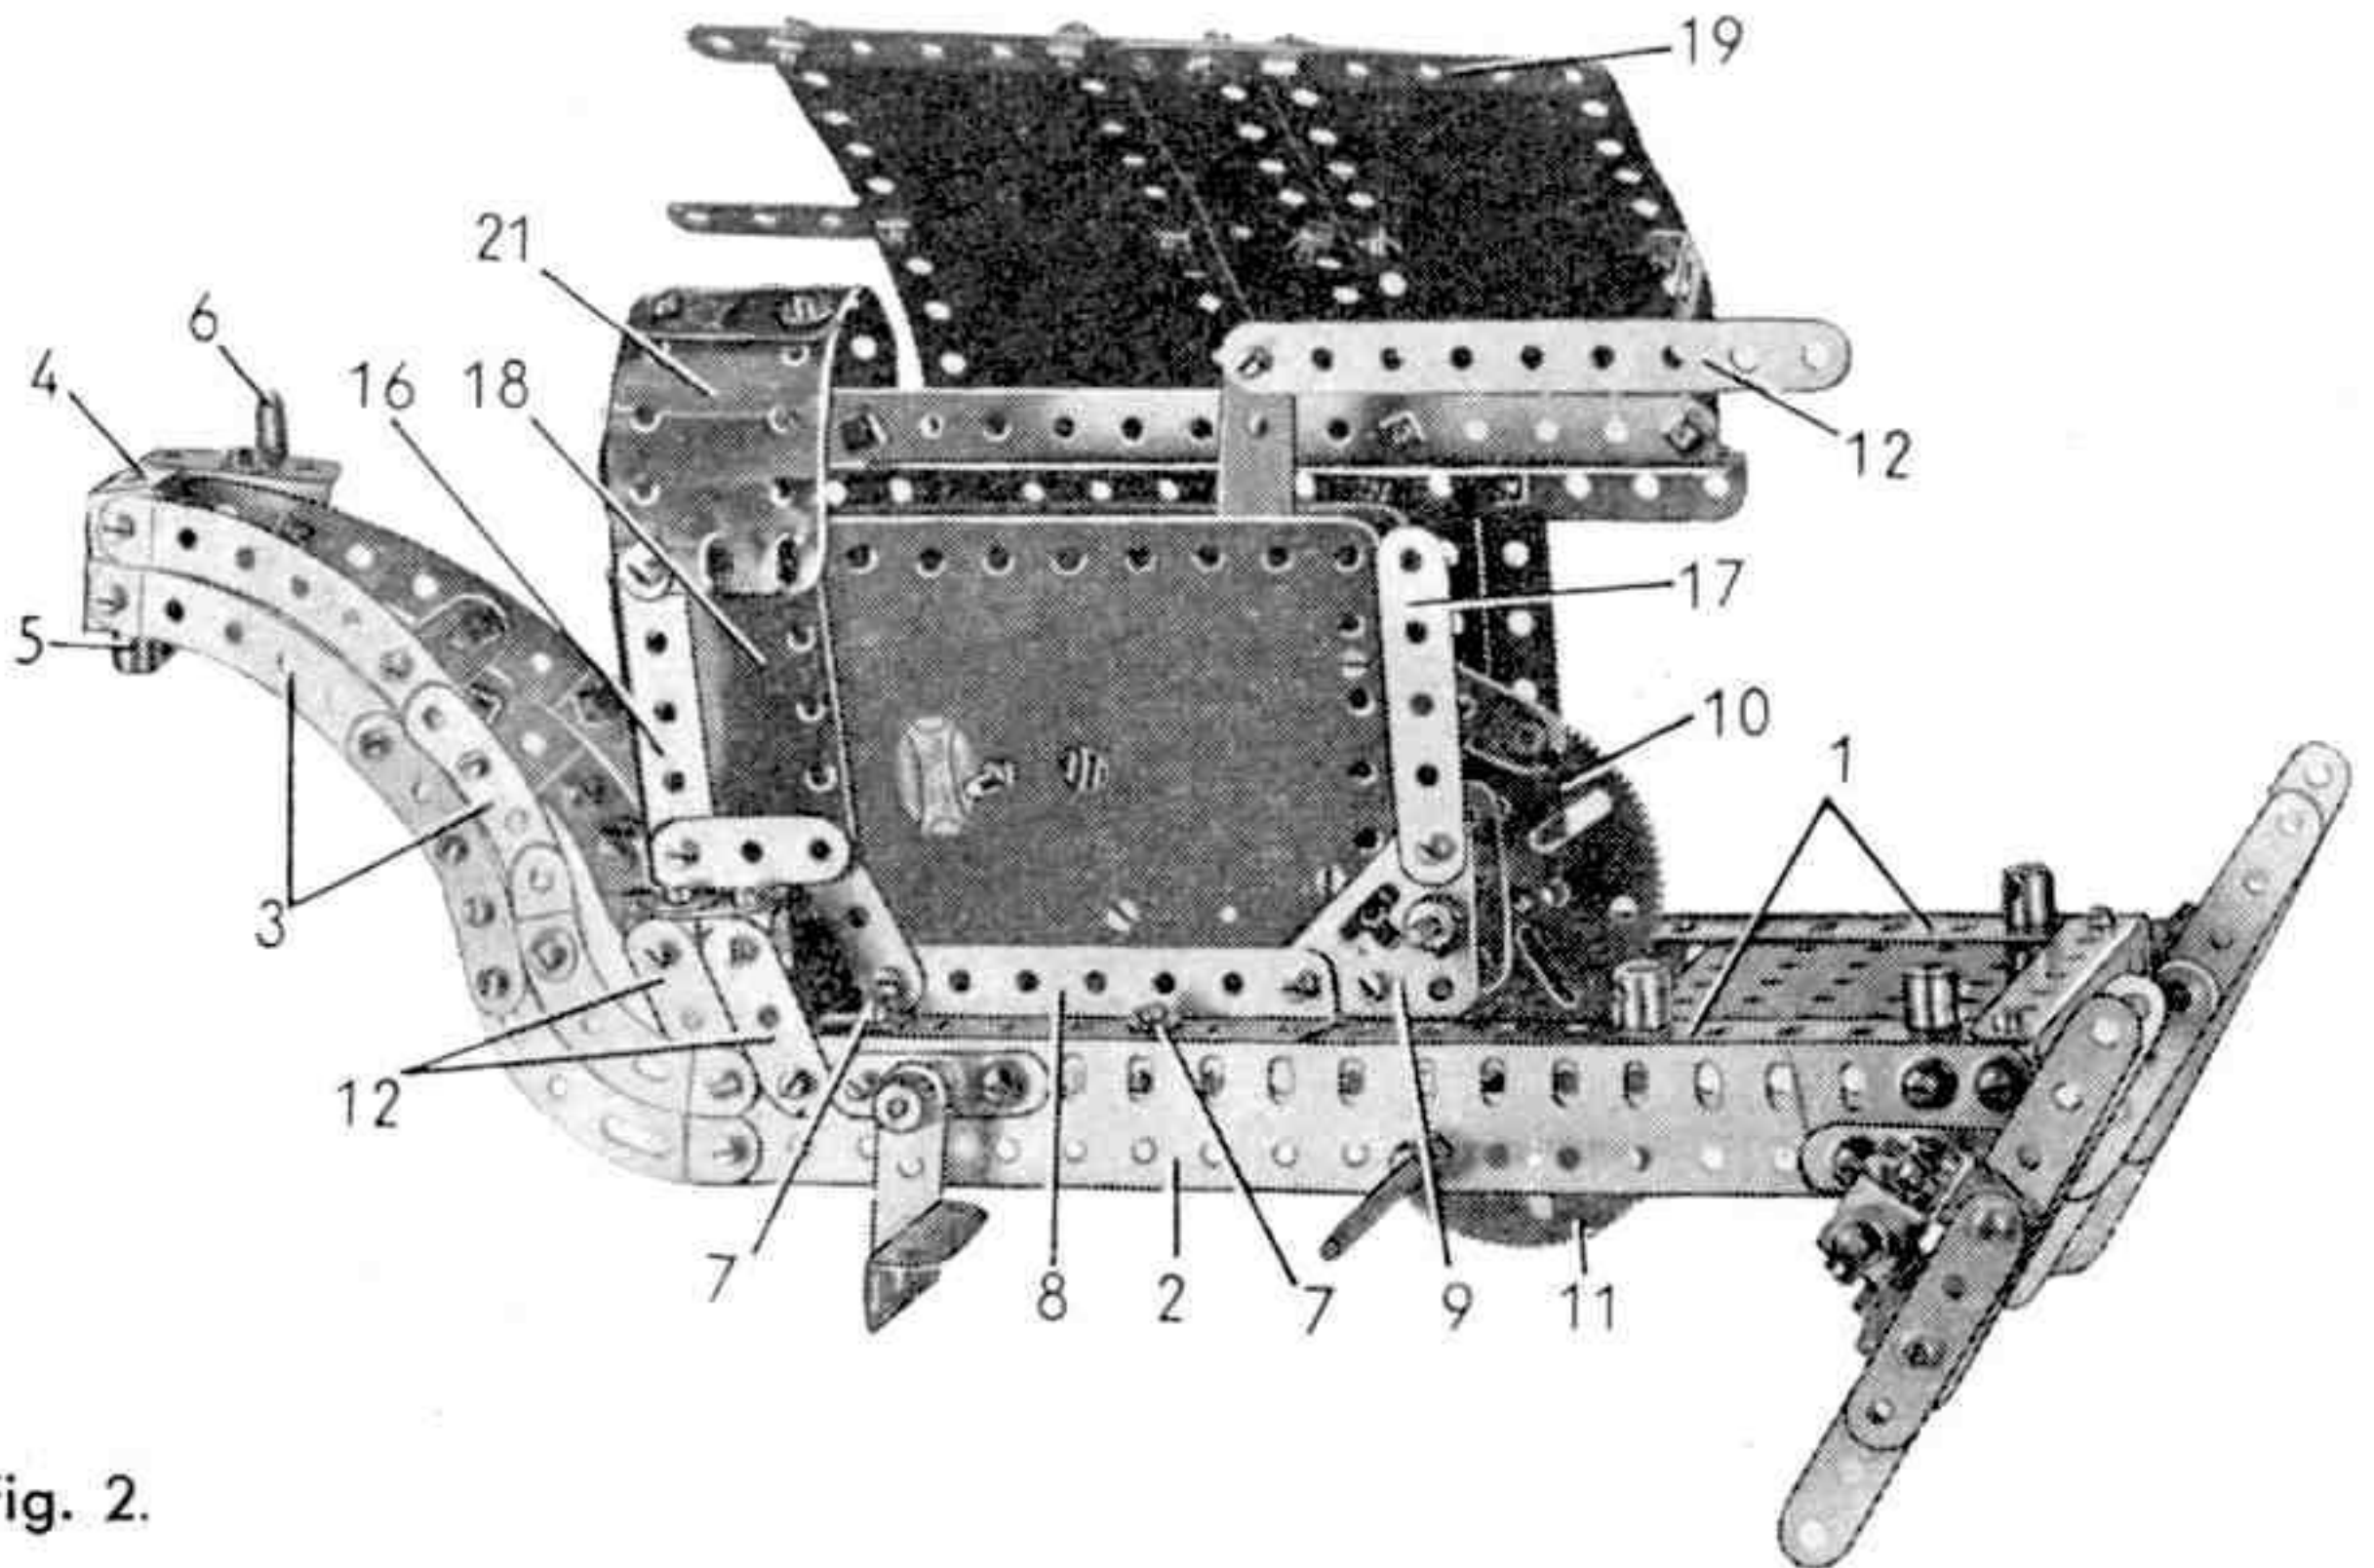

Fig. 2.
Le châssis du rouleau apparaît sur la figure 2. Il est constitué par deux cornières de 19 trous (1), doublées chacune par une poutrelle plate de même longueur (2). Les cornières (1) sont assemblées à l'avant et à l'arrière par une cornière de 9 trous.
Le châssis est prolongé vers l'avant par un col de cygne. Chaque côté du col de cygne est formé de deux bandes composées parallèles (3). Chaque bande (3) est faite d'une bande incurvée épaulée de 6 cm., d'une bande incurvée de 6 cm. et d'une bande incurvée épaulée de 10 cm., disposées comme le montre la figure 2. Les extrémités avant des bandes (3) sont assemblées par des supports doubles. Un troisième support double (4) est placé entre les bandes (3) supérieures. Une grande chape d'articulation (5) est placée entre les bandes (3) inférieures. En outre, sur un des côtés du col de cygne est fixée une cornière de 3 trous qui porte une équerre (6).
Le flasque du moteur forme un des côtés du capot (fig. 2). Il est bordé à l'arrière par une bande de 5 trous (17) fixée à la pointe d'un des goussets d'assemblage (9), et il est prolongé à l'avant par une plaque flexible de  $6 \times 4$  cm. (18). Une bande composée (19) relie la bande (17) à l'angle de la plaque (18). La bande (19) a été déplacée sur la figure 2 pour monter le moteur ; elle est formée d'une bande de 9 et d'une de 7 trous qui se recouvrent sur 3 trous.